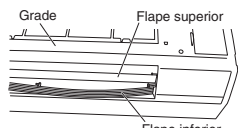

Fig. 3-84
- (5) Retire o flape inferior libertando os 4 pinos no flape inferior pela respectiva ordem. (Figs. 3-84 e 3-85)